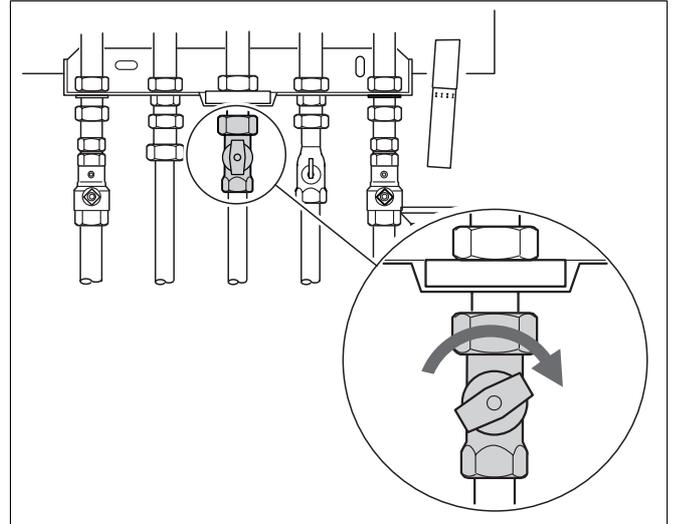

Fig. 29 Fermer le robinet à gaz
- Fermer le robinet à gaz (fig. 29).